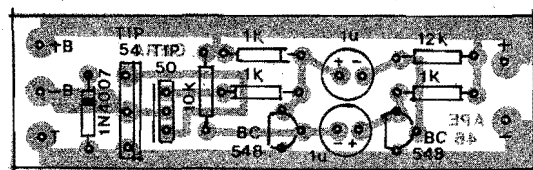

Fig. 3
- FIG. 3 - "CHAPEADO" DA MONTAGEM - O "outro" lado da placa, com os componentes todos posicionados... Quem for ainda muito "pagão" em montagens, deve consultar as INSTRUÇÕES GERAIS e o TABELÃO APE (nas primeiras páginas de todo número da Revista...), onde poderá obter importantes informações e "traduções" sobre os componentes, seus valores e a técnica de soldagem em Circuito Impresso... Não esquecer que transistores, diodo e capacitores eletrolíticos são componentes po-